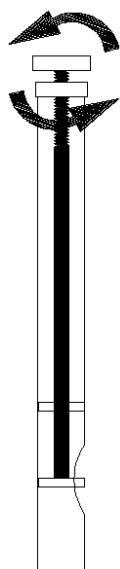

Bild 7
- Niveauregler (Bild 7) durch Drehen gegen den Uhrzeigersinn ganz öffnen.